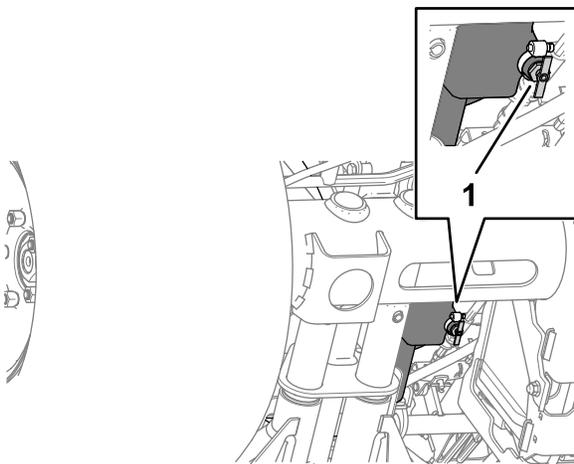

Figura 86
2. Ponete una vaschetta di scarico sotto la valvola di spurgo del serbatoio del carburante (Figura 86).